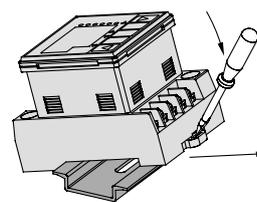
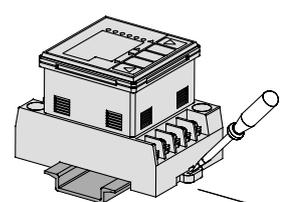

図2a
図2b
- ②図2aのように、本体底部の爪をDINレールに引っ掛け矢印方向に押付け固定してください。取外す時は、マイナスドライバ等で矢印方向へ引いてください。(図2b)参照
- ③パネルマウント、DINレールに取付けの際には配線に過大な力が加わらないように注意してください。